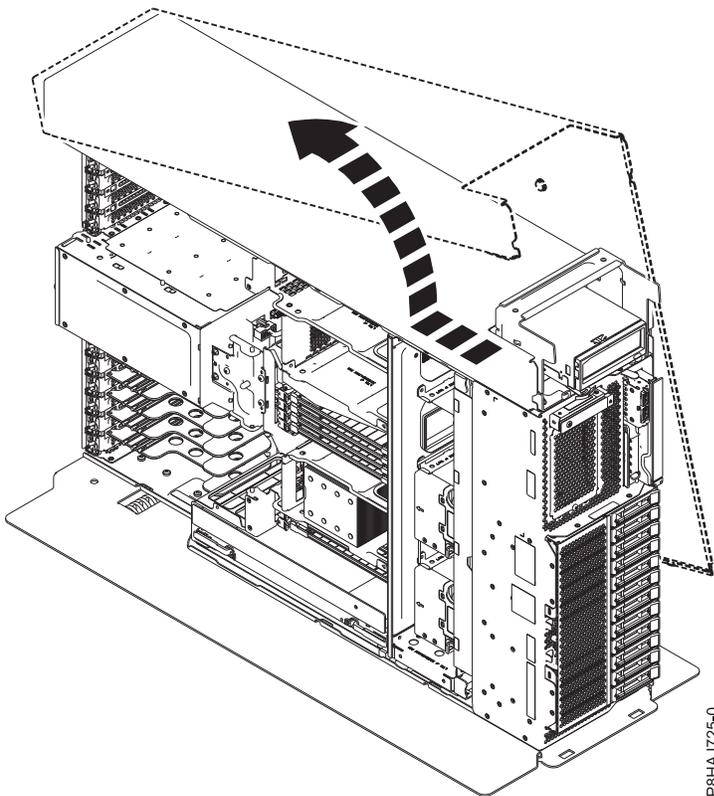

Abbildung 135. Seitenabdeckung bei einem eigenständigen System vom Typ 8286-41A ausbauen
5. Schieben Sie die Seitenabdeckung in der in Abb. 135 dargestellten Richtung vom System.